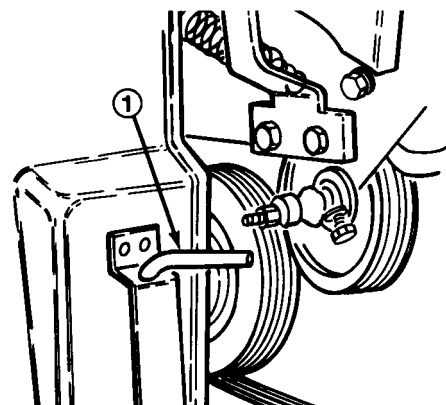

Bild 16
- B. Den Übersteuerungsstift aus dem Einlagerungsprofil an der Vorderseite der Zinkenkopfabdeckung (Bild 16) entfernen.
- 1. Den Übersteuerungsstift aus dem Einlagerungsprofil an der Vorderseite der Zinkenkopfabdeckung (Bild 16) entfernen.